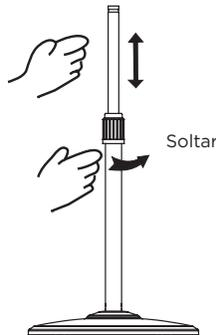

Fig.3
- 3 Desde el poste de extensión, afloje el anillo de ajuste de altura y ajuste el poste interno a la altura deseada. (Nota: Si no encuentra el poste interno, éste se deslizará dentro del poste de extensión. Puede extraerlo desde el poste de extensión). (Fig.3)